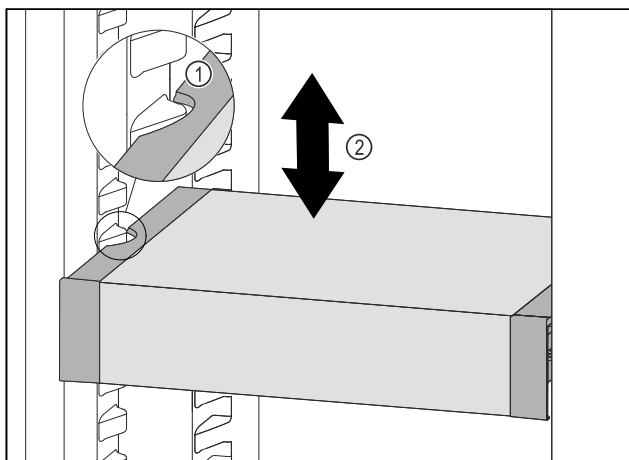

Fig. 194
- Тяните VarioSafe вперед, пока боковые выемки VarioSafe не окажутся на высоте выступа резервуара в холодильном отделении. Fig. 194 (1)
- Двигайте VarioSafe в холодильном отделении вверх или вниз, пока не будет достигнута требуемая высота. Fig. 194 (2)